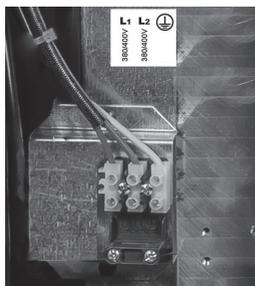

Fig. 11
**ССЫЛКА БЛОК ОХЛАЖДЕНИЯ (ПРЕДОСТАВЛЕНИЕ ПО ЖЕЛАНИЮ) РИС.11**